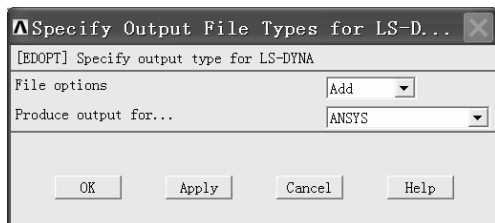

图 5-49 “Specify Output File Types for LS-D...” 窗口
(3) 依次选择 Main Menu>Preprocessor>Solution>Output Controls>Output File Types, 弹出 “Specify Output File Types for LS-D...” 窗口 (见图 5-49)。